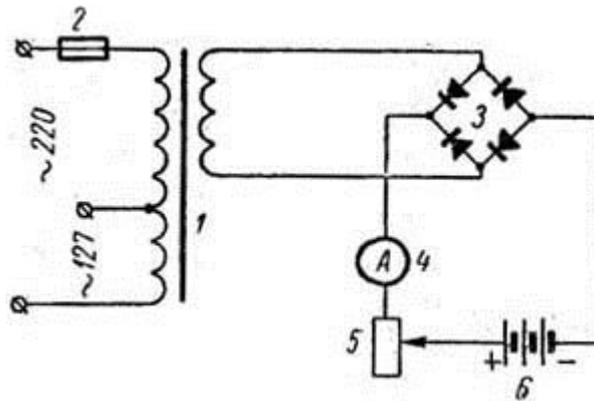

Рис. 9. Принципиальная схема зарядного устройства:
**Зарядное устройство.** Для зарядки новой аккумуляторной батареи, а также для поддержания в порядке эксплуатируемой аккумуляторной батареи необходимо иметь зарядное устройство, которое можно приобрести в магазине. Тот, кто имеет, хотя бы небольшой опыт монтажа электросхем, может изготовить самостоятельно простое надежно работающее зарядное устройство. Принципиальная схема такого зарядного устройства приведена на рис. 9.